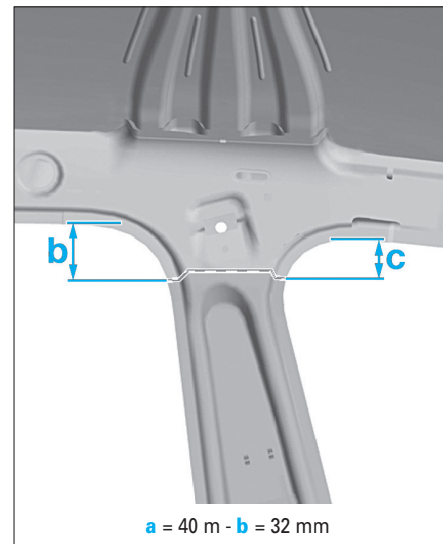

FIG. 77
- Découper le montant B intérieur dans la zone supérieure selon les cotes (b) et (c) (Fig.77).